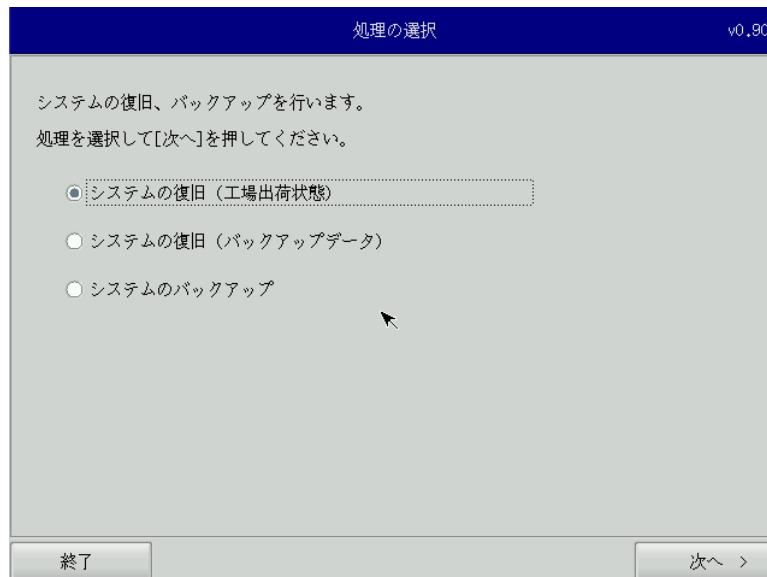

図 6-1-5. リカバリメイン画面
⑫ 再起動し、正常にリカバリ DVD から起動すると図 6-1-5 のリカバリメイン画面が表示されます。
- ① LAN ケーブルが接続されている場合は、LAN ケーブルを取り外してください。
- ② USB メモリ、SD カードなどのストレージメディアが接続されている場合は、ストレージメディアを取り外してください。
- ③ 「6-1-1 リカバリ DVD 起動」を参考にリカバリ DVD を起動させます。
- ④ リカバリメイン画面（図 6-1-5）で [システムの復旧（工場出荷状態）] を選択し、[次へ] ボタンを押します。
- ④ リカバリメイン画面（図 6-1-5）で [システムのバックアップ] を選択し、[次へ] ボタンを押します。
- ① LANケーブルが接続されている場合は、LANケーブルを取り外してください。
- ② USBメモリ、SDカードなどのストレージメディアが接続されている場合は、ストレージメディアを取り外してください。
- ③ 「6-1-1 リカバリDVD起動」を参考にリカバリDVDを起動させます。
- ④ リカバリメイン画面（図6-1-5）で[システムの復旧（バックアップデータ）]を選択し、[次へ]ボタンを押します。